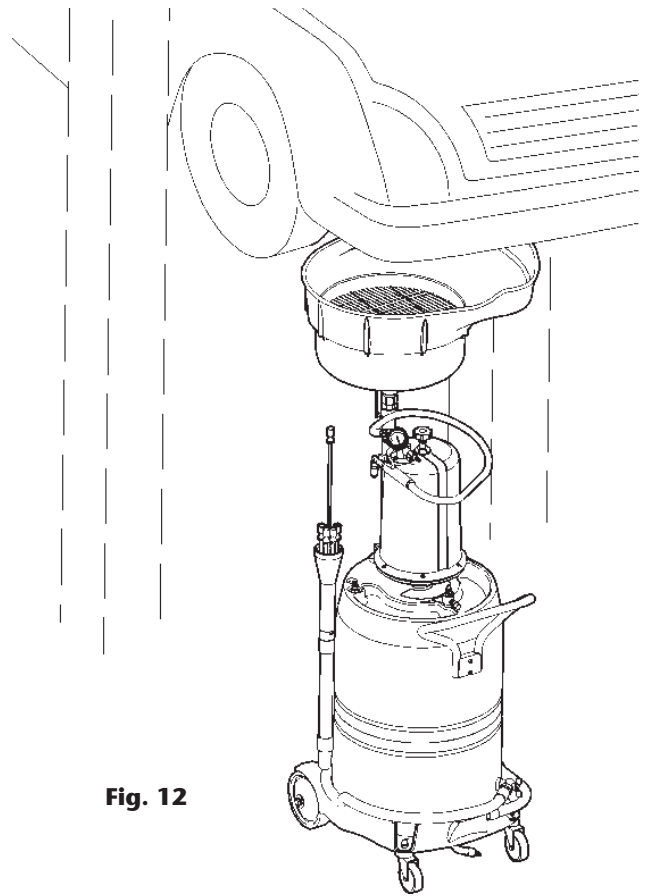

Fig. 12
EN 1. Place the unit under the vehicle, adjust the funnel to a suitable height and open the funnel ball valve (fig. 12).
ES 1. Posicionar el equipo por debajo del vehículo, ajuste el embudo a la altura deseada y abra la válvula del embudo (fig. 12).
1. Placer l'appareil sous le véhicule, placer l'entonnoir à la hauteur désirée et ouvrir la vanne de l'entonnoir (fig. 12).
Die Ölablass-Schraube am Fahrzeug aufschrauben und das Altöl in den Trichter fließen lassen bis die Ölwanne leer ist. (fig. 12).
1. Установить вакуумный сборщик под автомобиль, отрегулировать положение воронки по высоте и открыть шаровой клапан воронки. Вывернуть пробку картера двигателя и дать возможность отработанному маслу полностью слиться из картера (Рис. 12).
3. Снять крышку с выпускного патрубка сливного шланга и вставить шланг в бак или бочку для сбора отходов (14).